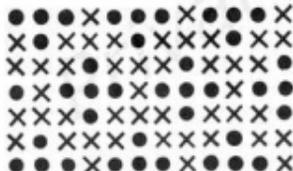

Fig. 120
**Beispiel:** Ohne eingefädelt Garn stricken. Gelb in Führungssäe einführen (wie bei Fig. 105) 14 G str, indem das Garn von Hand gehalten wird. Braun einführen 2 G str. Jetzt N-P-Knopf hochziehen und nach Zählmuster arbeiten. (Fig. 120)